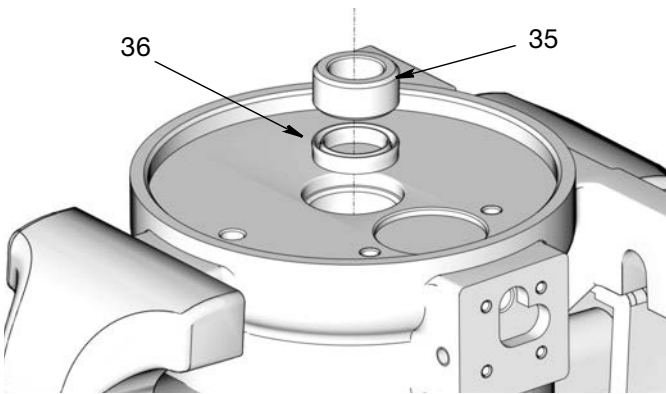

图 28
1. 安装 U 形杯密封 (36)，唇缘朝上，套管 (35) 在气缸 (3) 中 (图 28)。